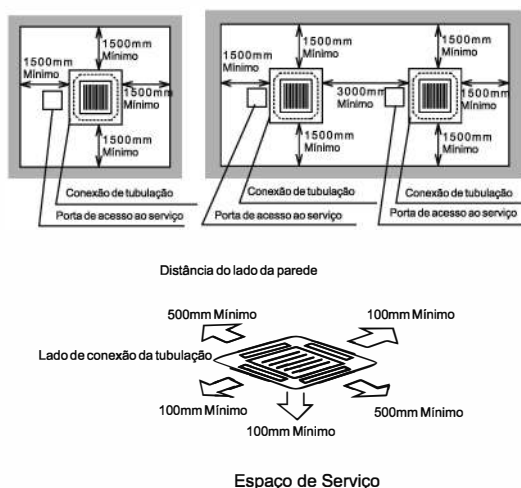

Fig.3.1 Espaço ao redor da Unidade Interior
- Instale a unidade interior com um espaço adequado à sua volta para o espaço de trabalho de operação e manutenção, como mostrado na Fig.3.1.